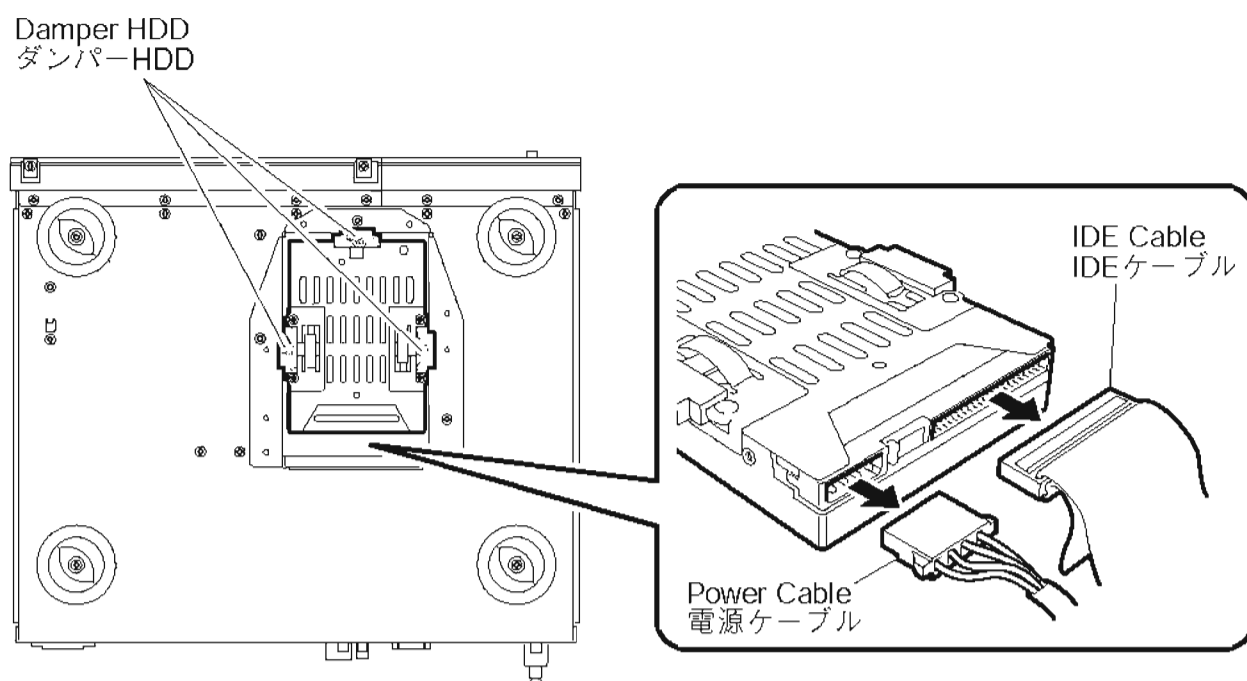

Fig. 13
- c. Disconnect the IDE cable and power cable from the HDD unit. (Fig. 13)
- d. Remove the HDD unit. (Fig. 13)
- c. HDDユニットからIDEケーブルと電源ケーブルを外します。(Fig. 13)
- d. HDDユニットを取り外します。(Fig. 13)